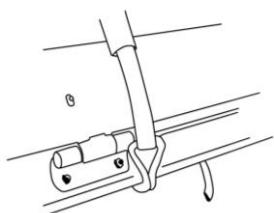
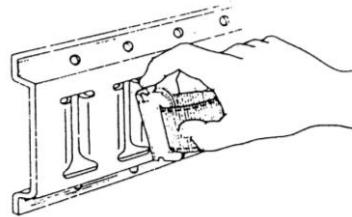
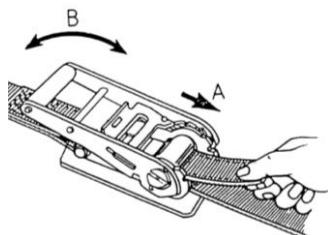

図1
図2
図3
- ①端末金具（Jフック、Uフック）を、指定の位置にかけて下さい（図1参照）。Eクリップの場合は、図2の様にEクリップの金具を真っ直ぐにして、人差し指で中央のピンを手前に引きながら取り付けレールの穴上端に差し込み、Eクリップ下部が取り付けレール穴下端に接触するまで押し下げて下さい。その位置で人差し指を離すと、取り付ける事が出来ます。取り外しは上記手順と逆です。
- ②固定側ベルトの長さが調整可能な商品は、バックル部を利用して適當な長さに調整して下さい。
- ③巻取側ベルト（巻取ドラムの隙間）に通し（初めから通してある商品はそのまま）、図3の様に矢印のA方向に引いて、ベルトの緩みを取って下さい。その後ラチェットハンドルを、矢印のBの方向に上下（前後）させて、ベルトを巻き取って下さい。
- ④ベルトの巻き上げ完了後、ラチェットハンドルを図3の状態になるまで、完全に倒して下さい。